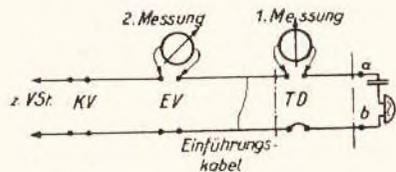

Bild 91.
2. a/b oder a-Nebenschluß (Strommessung, Bild 91):